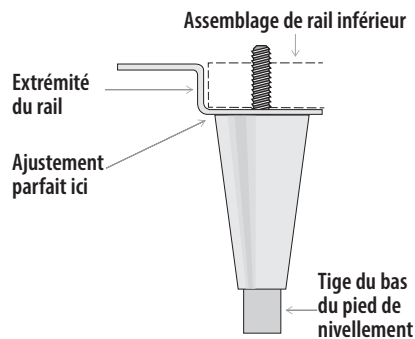

Fig. 4. Diagramme des pieds de nivellement.
3. Vissez les pieds de nivellement dans le rail du châssis ou le fond de l'appareil. Voir fig. 4 et 5.
5. Si l'appareil n'est pas à niveau, soulevez délicatement l'extrémité inférieure de l'appareil et soutenez-la. Ensuite, à l'aide d'une clé à molette, vissez ou dévissez les tiges du bas des pieds de nivellement pour mettre l'appareil à niveau et le fixer. Voir les fig. 4 et 6.